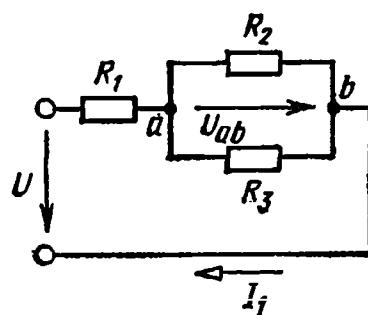

Рис. 1.38. Схема к заданию 4
*Задание 4.* Электрическая цепь (рис. 1.38) имеет сопротивления  $R_1 = 18 \Omega$ ,  $R_2 = 30 \Omega$ ,  $R_3 = 20 \Omega$ . Определить токи ветвей, если напряжение  $U = 120 \text{ В}$ .